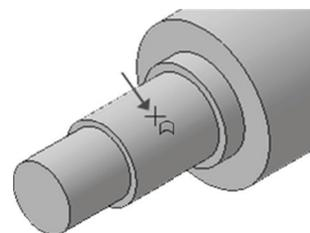

Рис. 7.10
- Укажите цилиндрическую грань вала (рис. 7.10).